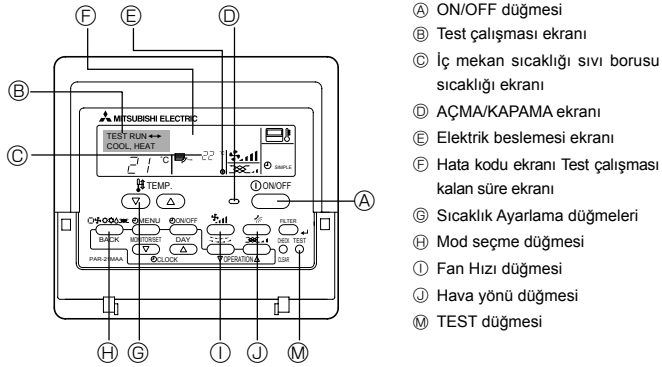

Fig. 8-1
8.2. Çalışma testi (Kablolu uzaktan kumanda kullanarak) (Fig. 8-1)